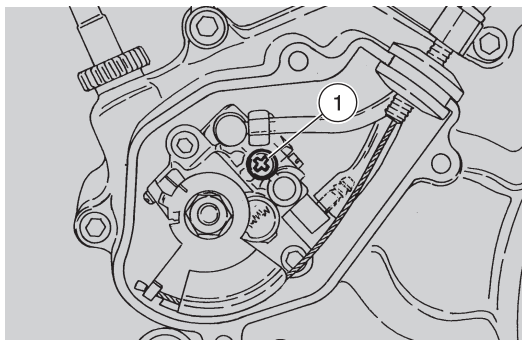

Fig. 47
- svitare e togliere la vite a croce (1-Fig. 47), situata sulla pompa olio miscelatore, ed aspettare la fuoriuscita dell'olio attraverso il foro;
- quando il flusso dell'olio in uscita sarà privo di bollicine di aria, avvitare e serrare la vite (1-Fig. 47).